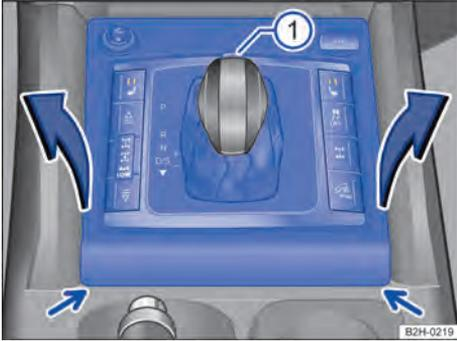

Fig. 95 Desmontar la cubierta de la corredera de la palanca selectora.
3. Desprenda con cuidado la cubierta del embellecedor haciendo palanca con, p. ej., un destornillador → fig. 95 (flechas).
4. Tire de la cubierta hacia arriba con cuidado, por la zona del guardapolvo de la palanca selectora, junto con los cables eléctricos que lleve conectados → fig. 95.
2. Pulse la tecla de bloqueo situada en la parte delantera del pomo de la palanca selectora → fig. 95 ① y sitúe esta en la posición neutral N.